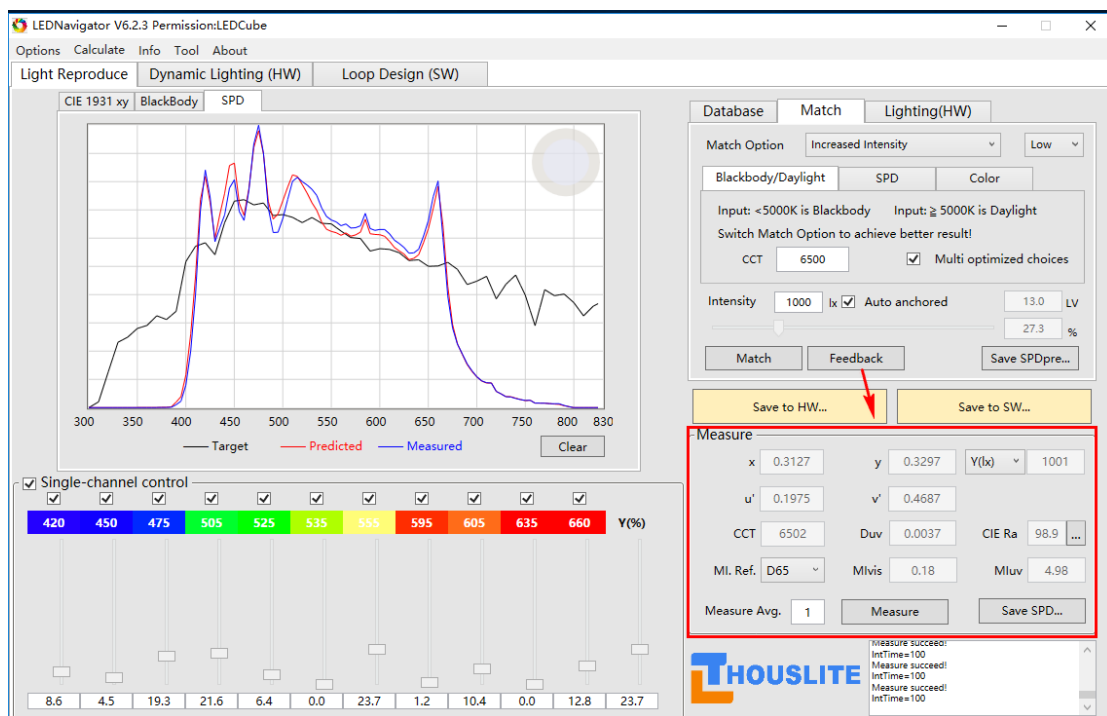

图 6.4. 第一次 Feedback 后实测结果
- 8) 点击 *Feedback* 后，详见图 6.4，实测色温为 6502K、显色指数 98.9、同色异谱指数 0.18、照度 1001lx；满足要求；